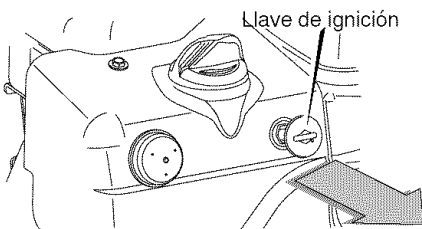

Figura 64
2. Saque la llave de ignición (vea la Figura 64). Guarde la llave en un lugar seguro. El motor no arrancará sin la llave de ignición.